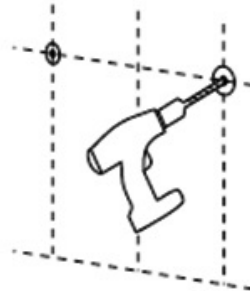

Fig. 6
2. Percez 3 trous dans le mur (figure 6).